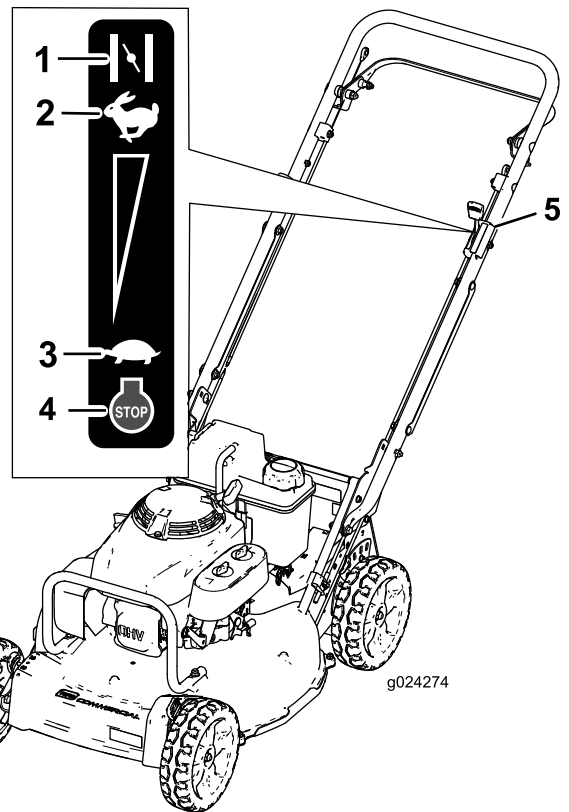

Figura 13
3. Mueva la palanca de control del acelerador a la posición de Estárter (Figura 13).
5. Cuando el motor arranque, mueva la palanca de control del acelerador a la posición de Rápido (Figura 13).
Suelte la barra de control de la cuchilla y mueva la palanca de control del acelerador a la posición de Parada (Figura 13).